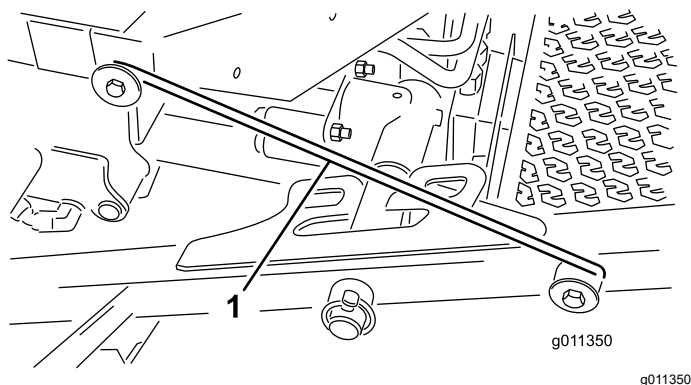

Figura 36
4. Liberare l'asta del dispositivo di sicurezza (Figura 36) dal fermo sulla parte anteriore del telaio portante.
5. Sollevare la parte esterna dei piatti di taglio anteriori e agganciare il dispositivo di sicurezza al perno del telaio presente sulla parte anteriore della piattaforma dell'operatore (Figura 36).